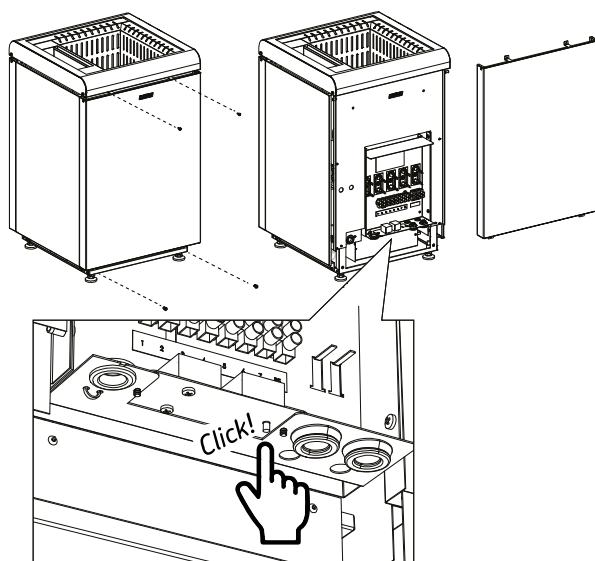

Рисунок 13. Сброс защиты от перегрева в парогенераторе
- Проверьте, не сработала ли защита от перегрева. (Рисунок 13. Сброс защиты от перегрева в парогенераторе)
- Инструкции по сбросу защиты от перегрева парогенератора (Рисунок 13. Сброс защиты от перегрева в парогенераторе)